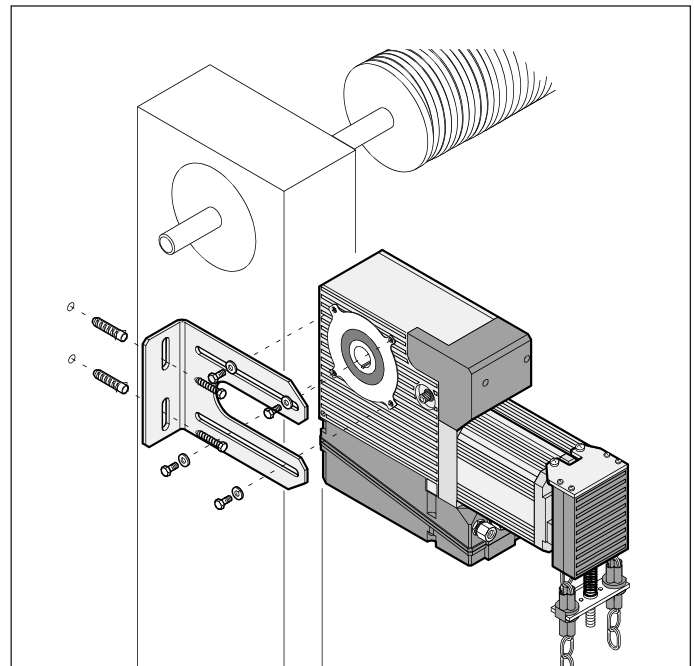

Fig. 6
- Plaats de aandrijving (zie paragraaf 5.1) en leg de plaat tegen de ondergrond (muur of metalen constructie) waarop u besloten heeft hem vast te zetten (zie afbeelding 6).